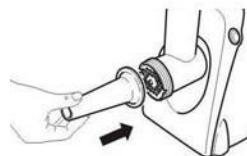

FIG.9
Positionner le cône (14) dans la goulotte d'alimentation et visser la bague en maintenant la goulotte d'alimentation (fig.9).